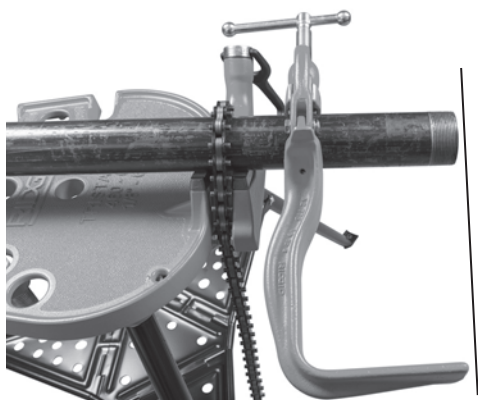

Figure 5 – Bras de support aligné sur l'extrémité du tuyau
2. Positionnez le bras de support de manière à ce que son extrémité arrive à fleur de l'extrémité du tuyau et que le système d'entraînement N° 700 est légèrement incliné (*Figures 5 et 6*). Cela assurera la position idéale du bras de support et empêchera l'huile de coupe de s'écouler le long du système d'entraînement.